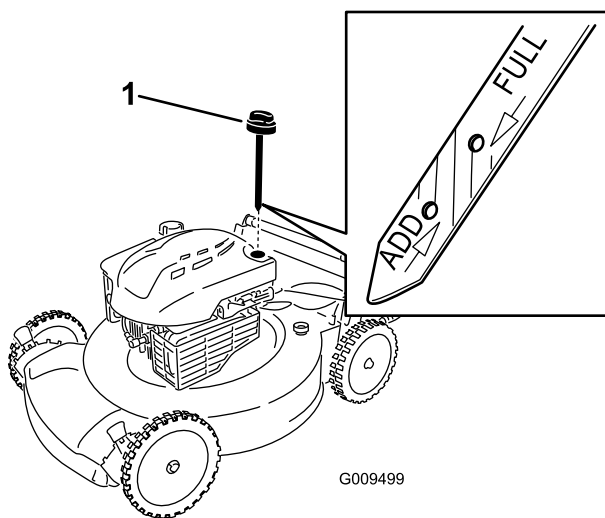

Figure 18
2. Retirez la jauge (Figure 18).
4. Versez de l'huile **lentement** dans le goulot de remplissage pour faire monter le niveau de liquide jusqu'au repère **maximum** (Full) sur la jauge (Figure 18). **Ne remplissez pas excessivement.** (Remplissage max. : 0,59 l, type : huile détergente SAE 30 de classe de service API SF, SG, SH, SJ, SL ou supérieure.)